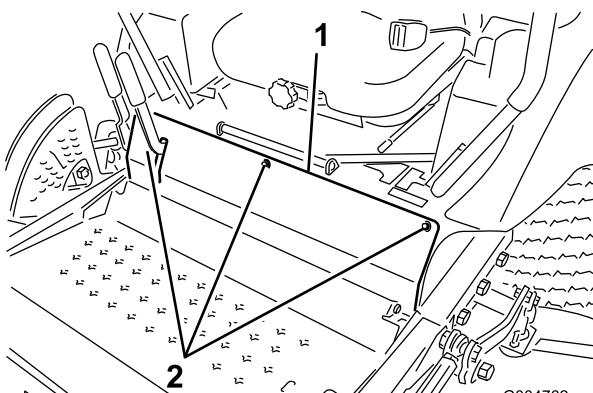

図 64
3. 前パネルを止めているボルトを外して前パネルを外す（図 64）。